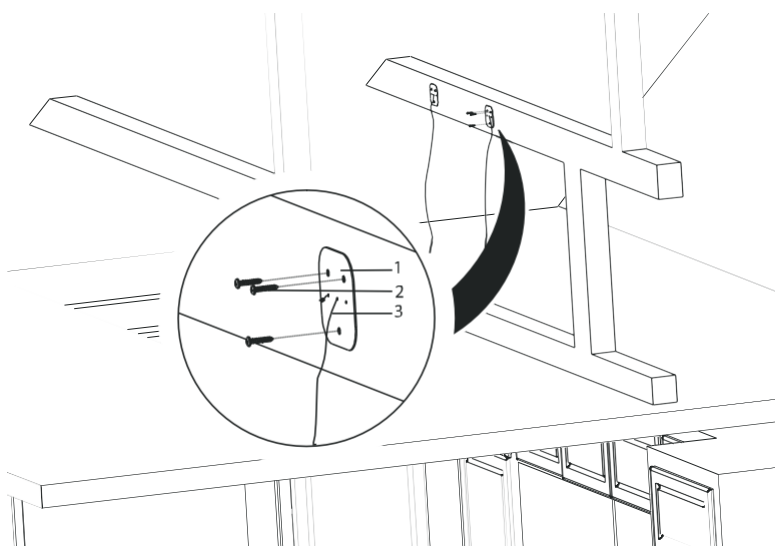

Fig. 19
4. ➔ Montera nu de fyra upphängningsplattorna som stålvajrarna är fästa vid på en regel i taket. Monteringsplattorna måste vända mot alla leder (regeln måste kunna hålla ventilatorn under installationen). Monteringsplattorna måste fästas med 3x 3,9x22 skruvar (Fig. 19).